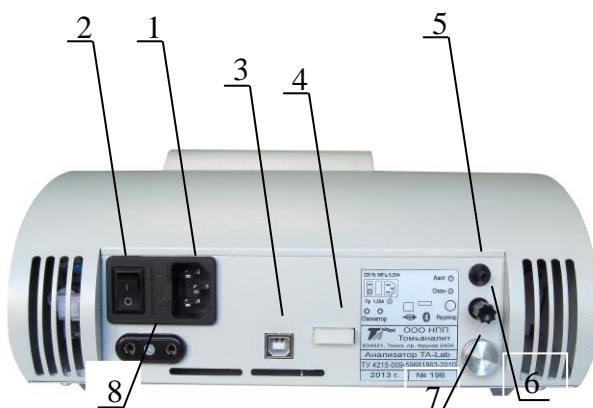

Рисунок 2 - Анализатор TA-Lab (вид сзади)
На задней панели анализатора (рисунок 2) расположены разъем 1 для подключения сетевого шнура питания, сетевой выключатель 2, разъем 3 для подключения компьютера через USB-порт, модуль Bluetooth 4, штуцер подачи азота 5, штуцер подачи озона 6 с защитным колпачком, ручка регулятора подачи газа 7, разъем 8 для подключения питания озонатора. Пломба от несанкционированного доступа расположена на стыке задней панели и днища анализатора.
2.2.1.1 Сетевой выключатель 1 расположен на задней панели анализатора (рисунок 2). При включении анализатора загорается подсветка ячеек и поднимается кронштейн для установки электродов.
2.2.1.3 Подача газа в ячейки регулируется при помощи регулятора подачи газа 4, расположенного на задней панели анализатора (рисунок 2).
2.2.2.1 При первом включении анализатора сетевой шнур питания подключить к анализатору путем ввода сетевой кабельной розетки сетевого шнура питания в приборную вилку 2 (рисунок 2).
2.2.2.4 Для подключения компьютера кабель соединительный подключить к анализатору через разъем 3 (рисунок 2) и к ПК через USB-порт.
2.3.7 При использовании методик, требующих применения озона, необходимо снять колпачок со штуцера «Озон» 5 (рисунок 2), расположенного на задней панели анализатора, и надеть на него трубку озонатора. Сетевую вилку озонатора воткнуть в разъем для подключения питания озонатора 7 (рисунок 2), расположенный на задней панели анализатора.
2.3.8 При использовании методик, требующих применения инертного газа, необходимо подключить к штуцеру «Газ» 6 (рисунок 2), расположенному на задней панели анализатора, источник инертного газа с избыточным давлением (10...20) кПа. С помощью регулятора 4 (рисунок 2) в начале процесса измерений необходимо установить расход газа, не допускающий выплёскивание раствора из ячеек.